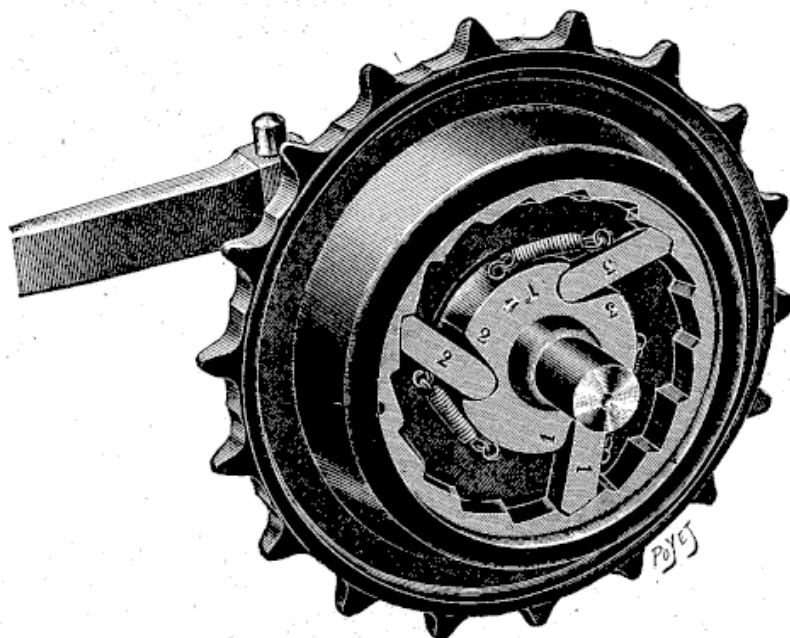
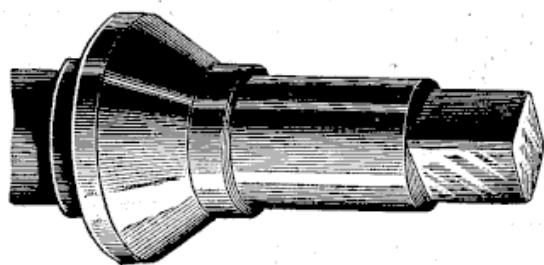

Fig. 88. — Vue intérieure du pédalier et des rochets
Fig. 92
Retirons la manivelle qui nous fait face. Retirons également la plaquette ronde, tenue par des vis, qui enferme le mécanisme. Voici (fig. 88) une vue exacte de l'intérieur du pédalier, à une échelle plus grande afin que les détails apparaissent mieux.
marche : la manivelle figurée dans la figure 88 monte en entraînant les trois petits bras qui sont fixés sur cet axe. Les trois bras donc, aussitôt que les pieds pèsent sur les pédales, glissent chacun dans une dent. Chacun pousse cette dent et nécessairement entraîne avec elle toute la couronne, c'est-à-dire la chaîne qui commande le train d'arrière et le moteur.
La figure 88 bis représente le différentiel du de Dion. Les roues dentées A et B sont égales ; les petits pignons C, D, E et G sont semblables. — (C'est là d'ailleurs un organe que le motocycliste ne doit *jamais* démonter, mais simplement de temps en temps remplir de graisse par l'orifice que ferme une vis située près de la lettre K sur la figure 92 bis).
Fig. 88 bis
La figure 92 montre la partie de l'axe que nous examinons; la pièce carrée, à l'extrémité; un peu à gauche, le cône sur lequel viennent rouler les billes.
Fig. 92 bis. — La roue dentée (M). — Le tambour de frein (K). — Le Pignon de chaîne (I).